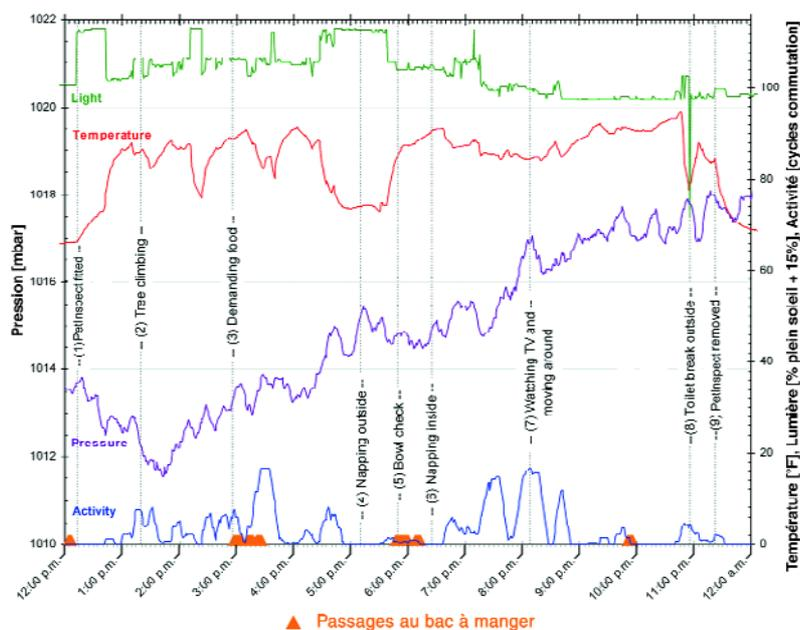
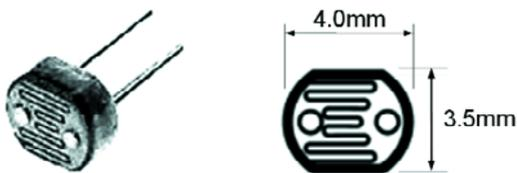

Figure 2. En téléchargeant les données et en les transformant en graphiques dans un tableau, vous pouvez visualiser ce qui se passe pour votre animal.
Figure 5. La photorésistance LDR n'est pas étalonnée à quelque unité d'intensité de lumière réelle que ce soit.
chargeant une fois par semaine, vous pouvez obtenir des courbes continues pendant la durée de vie de vos piles – deux mois et demi en général. La **figure 2** montre les résultats transmis par un PetInspect porté par Elmo, résultats couvrant une demi-journée avec des intervalles de saisie d'une minute.
Même lorsque le cœur du microcontrôleur est arrêté, l'interrupteur alimente deux compteurs-minuteurs. Le premier est cadencé par l'interrupteur câblé entre la terre et une résistance de forçage connectée à V_{dd} qui fournit le nombre de cycles d'interruption par minutes. Le deuxième minuteur sert de porte logique à l'horloge en temps réel à quartz de 32 kHz vers un autre compteur pour calculer le « pourcentage de fermeture », c'est-à-dire le pourcentage de temps pendant lequel l'interrupteur reste en position fermée. La figure 2 montre une activité accrue quand Elmo était à l'origine de la plupart des événements observés durant la journée – sauf pendant ses siestes !
Dans la figure 2, l'événement (2) montre Elmo grim pant à un arbre. On voit distinctement une baisse provisoire de pression lorsqu'elle est dans l'arbre, suivie d'une rapide augmentation lors de son retour vers le sol. Les variations mineures le long de la courbe sont
Dans la figure 2, lorsque Elmo faisait sa sieste au-dehors (4), il y avait une plus grande quantité de lumière incidente et une température plus basse avait été enregistrée. Les changements soudains de température enregistrés par l'unité s'affichent de manière exponentielle, même en présence de faibles fluctuations. Par exemple, quand le PetInspect a été ôté d'Elmo (9), la température enregistrée s'est effondrée de cette manière brutale, mais on peut le voir aussi, quoique avec une définition plus faible, lorsque Elmo sort de la maison juste avant sa sieste à l'extérieur (4) et à nouveau lorsqu'elle rentre dans la maison pour son repas à 18 heures (5).
La photorésistance LDR (*light dependent resistor*) est un bon indicateur intérieur/extérieur. Dans la figure 2, j'ai ajouté 15 % aux lectures de lumière uniquement pour éviter que les résultats de l'intensité de lumière ne se superposent aux données de température. Comme l'intensité de la lumière varie fortement selon les changements d'orientation et d'ombrage, la lecture moyenne est un très bon indicateur pour déterminer la localisation intérieure ou extérieure pendant la journée. Une enceinte semi-opaque autour du PetInspect aide à diffuser la lumière sous tous les angles, réduisant ces fluctuations, voir la figure 5. Dans la figure 2, la sieste à l'exté-
Qui a mangé toutes les croquettes ? Comme chaque animal peut à la fois émettre et recevoir de l'information, ils ont la capacité de communiquer les uns avec les autres dans un champ réduit (30 m à vol d'oiseau). Chaque PetInspect écoute en permanence les transmissions d'identification d'autres PetInspects, et transmet sa propre identification toutes les 15 minutes (ou selon la périodicité que vous préférez). Ceci vous permet d'évaluer le regroupement social des animaux. Si vous placez un PetInspect à côté du bol de nourriture, vous pouvez compter les présences. Pendant l'essai décrit en figure 2, j'avais un autre PetInspect placé près du bol de nourriture. Il avait une petite antenne pour réduire le champ de transmission, localisant les identifications dans un rayon d'un mètre. Comme vous pouvez le constater